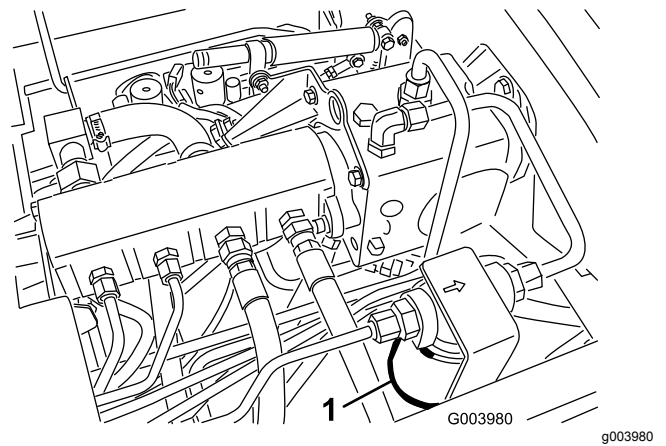
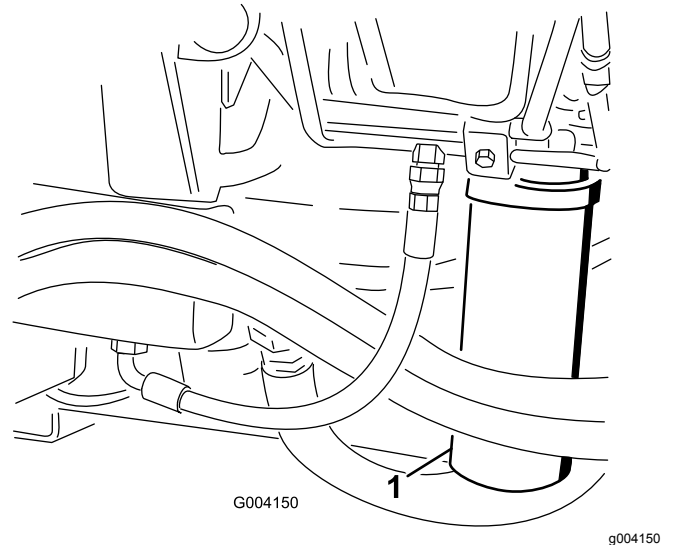

Bild 69
Bild 70
2. Reinigen Sie den Bereich um den Filterbefestigungsbereich und stellen eine Auffangwanne unter den Filter (Bild 69 und Bild 70).